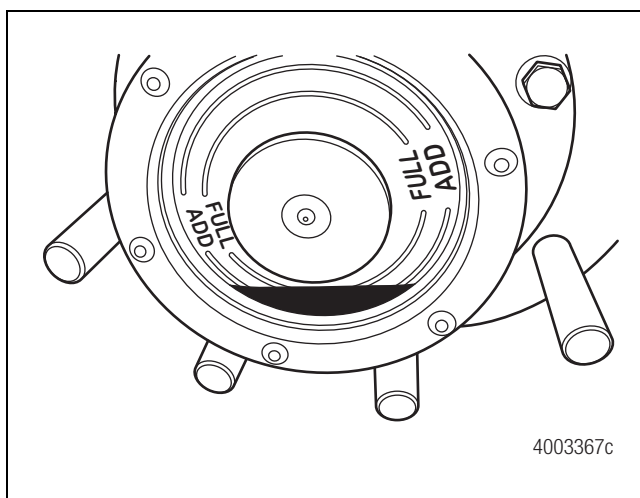

Figura 5.14
9. Llene de aceite el extremo de rueda hasta la línea de llenado de la tapa de maza. Tenga en cuenta que, antes de efectuar la comprobación final de nivel, debe esperar un tiempo para que el aceite se asiente. Lo anterior es especialmente importante en climas fríos. Instale el tapón de la tapa de maza y verifique que el agujero de respiradero, de haberlo, no está obstruido por materiales de desecho. Figura 5.14.